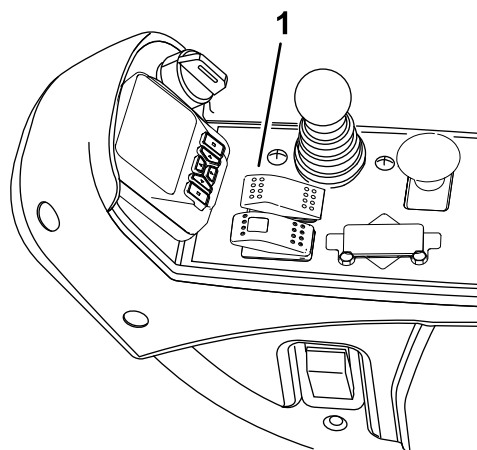
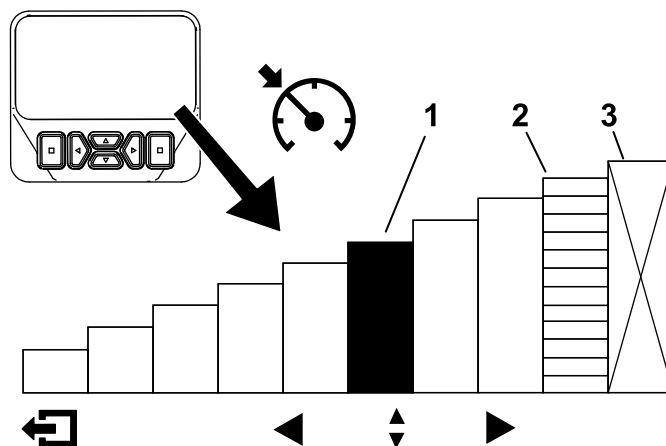

図 30
図 31
クルーズコントロールスイッチを有効化して速度を設定した後 図 30、インフォセンターでクルーズ速度の設定を行います 図 30 と 図 31。
1. コンソールのクルーズコントロールスイッチを有効にする 図 30。
2. インフォセンターディスプレイを使って、クルーズコントロールの速度設定を調整する 図 31。